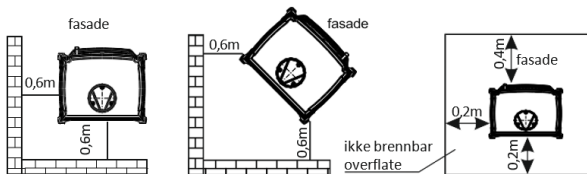

Fig. 2 Trygg avstand fra peisovnen
- Peisovnen må plasseres på en ikke brennbar overflate, min. 0,4 m fra ovnen og min 0,2 m målt fra sidene og baksiden av ovnen (se fig 2),